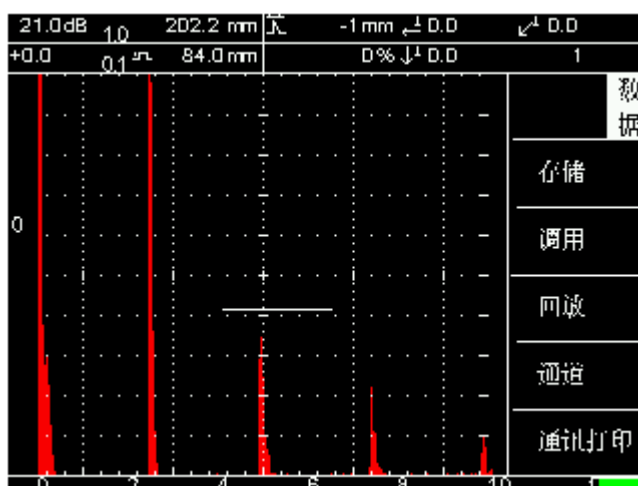

图 5-8
- (1) 按【数据】-[B]，进入图 5-8。
- (2) 选择需调用的文件，按[E]键调用(操作方法见第六章)。